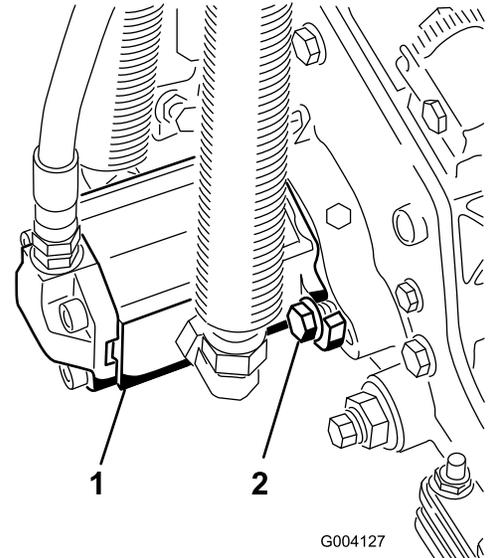

Bild 20
10. Montieren Sie den Motor; drehen Sie ihn nach rechts, damit die Motorflansche nicht die Kopfschrauben berühren (Bild 20). Drehen Sie den Motor nach links, bis die Flansche die Kopfschrauben umgeben. Ziehen Sie die Schrauben dann an.